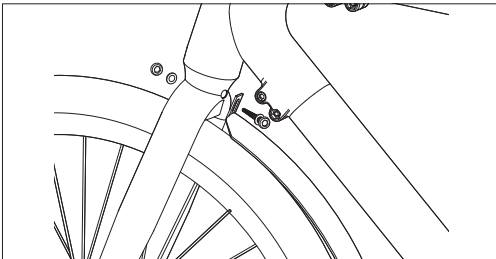

Abbildung 5-1
- Nachdem Sie den Kotflügel mit dem Schraubenloch ausgerichtet haben, ziehen Sie die Befestigungsschrauben im Uhrzeigersinn fest, um ihn an der Vorderradgabel zu befestigen, wie in [Abbildung 5-1] gezeigt.
- Lösen Sie die vier Schrauben an der Abdeckung neben dem unteren Halter in eine gegen den Uhrzeigersinn Richtung mit einem 3 mm Inbusschlüssel, dann entfernen Sie die Schrauben und die Abdeckung, wie in (Abbildung 5-1) gezeigt.